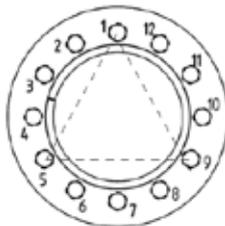

Fig. 5.10.4
- serrare leggermente un primo gruppo di tre viti disposte a circa 120° come esemplificato nella fig. 5.10.4;